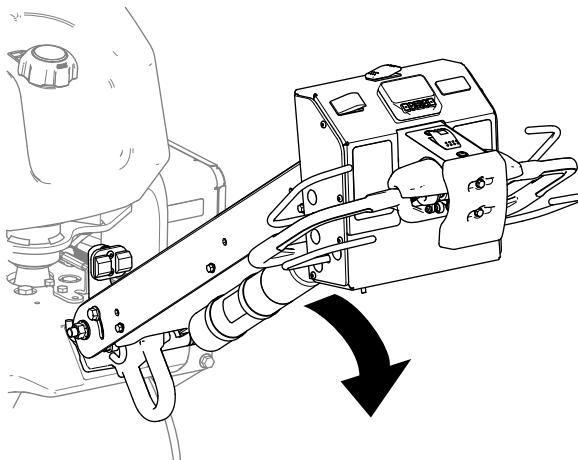

Bild 69
- Senken Sie den Lenker ab, um die Feststellbremse zu lösen (Bild 69).